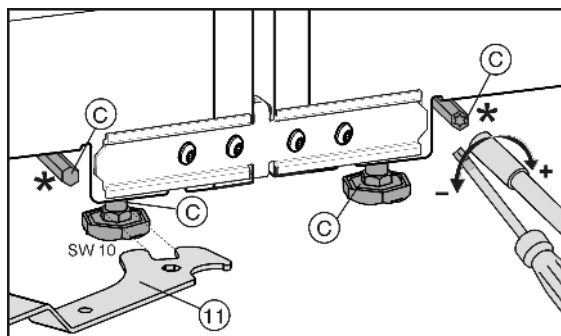

Fig. 8
可以通过任意形状扳手 Fig. 8 (11) 调节前面的垫脚，通过一个 Torx® 25 螺丝刀调节后面的垫脚*。